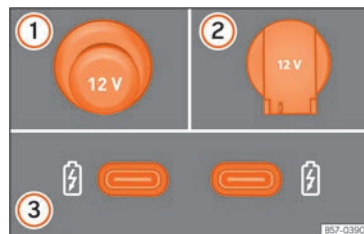

Fig. 132 Tomada de corrente de 12 Volts: ① na consola central, ② na bagageira. Tomada de corrente USB na parte posterior da consola central ③.
- Retire a tampa que se encontra na consola central da tomada de corrente » » Fig. 132 ①.
- Levante a tampa da tomada de corrente » » Fig. 132 ②.
Estas entradas USB encontram-se na parte posterior da consola central, entre os bancos dianteiros » **Fig. 132 (3)**. Estes conectores podem trabalhar a uma potência máxima de até 10,5 W por porta.